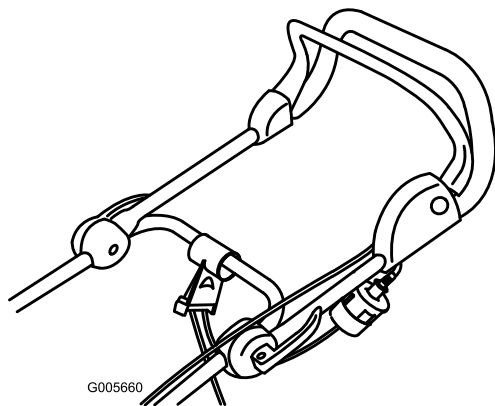

Figura 13
2. Conecte el cable alargador al enchufe del cortacésped (Figura 13).